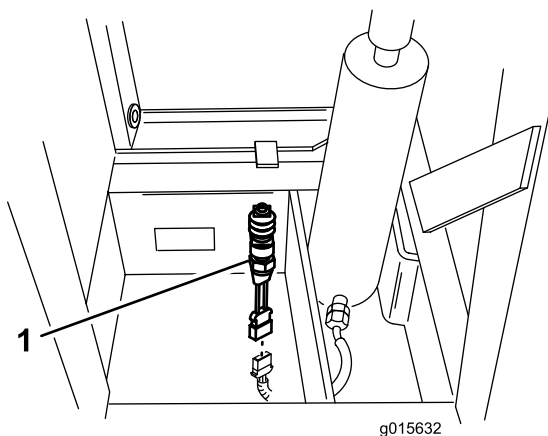

Figura 19
3. Disponete il cablaggio nell'interruttore della tramoggia montato sul tubo del telaio (Figura 19) e inserite il cablaggio nell'interruttore.